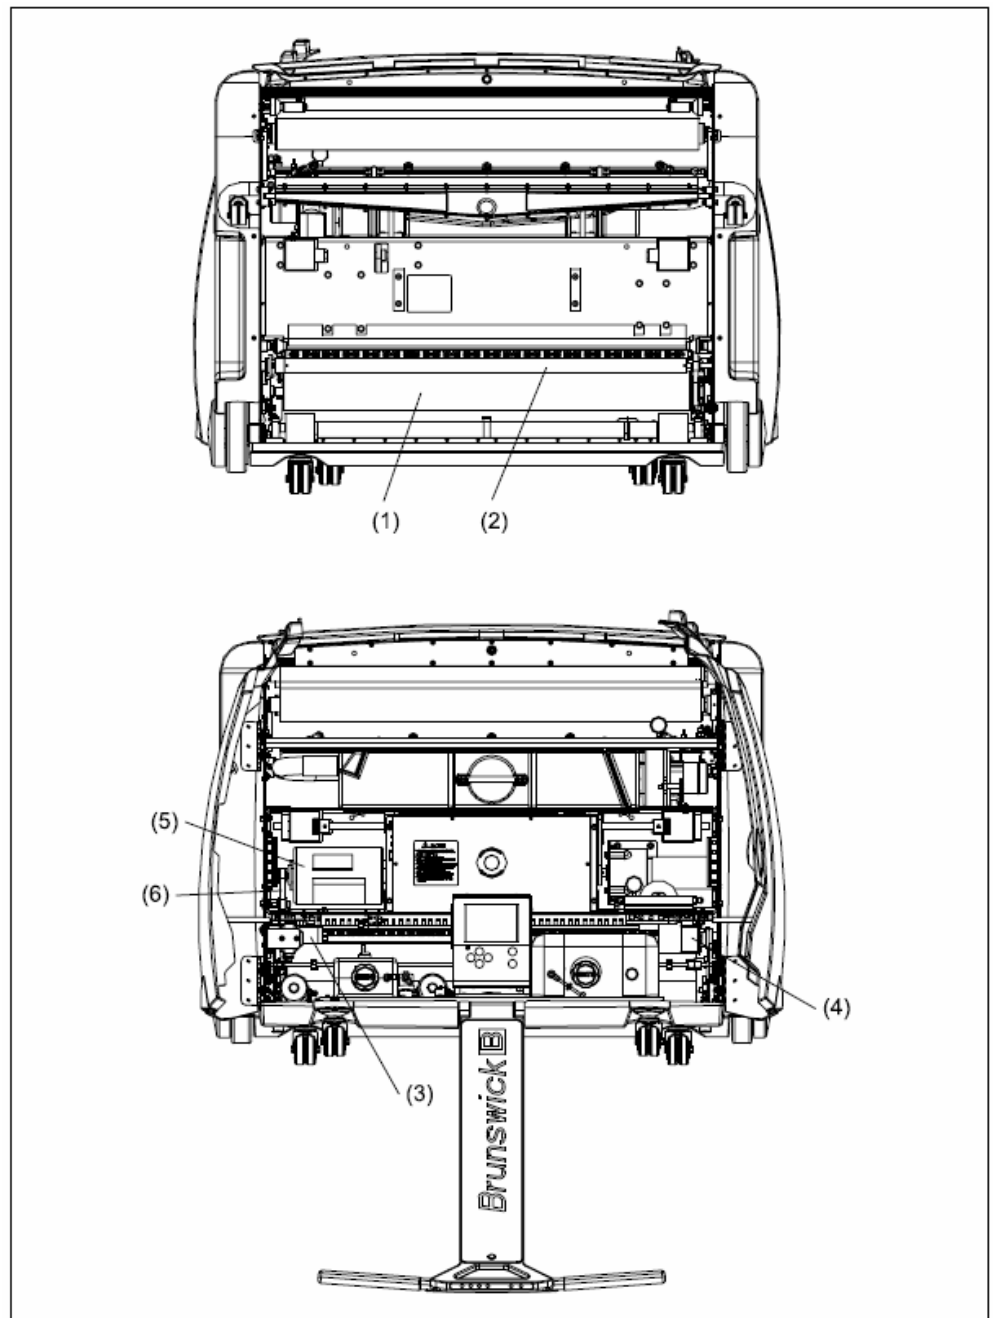

Figure 2-7. Système de Buffing
1. Le moteur de montée/descente du Buffer abaisse la brosse de Buffing sur la surface de la piste et le moteur d'entraînement de la brosse la fait tourner dans le sens aller du déplacement de la machine (dans le sens des aiguilles d'une montre, vu du côté droit de l'ensemble de la brosse) en étalant l'huile dans le sens de la longueur à la surface de la piste. Référez-vous à la Figure 2-7.
2. Le rouleau de dispersion tourne dans la direction opposée de la brosse de Buffing, entrant en contact seulement avec celle-ci et en répartissant l'huile sur les poils par oscillation d'un côté à l'autre. Référez-vous à la Figure 2-7.